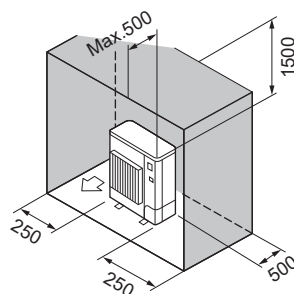

Fig. 2-12
- (6) Enbart hinder på baksidan, sidorna och ovsidan (Fig. 2-12)